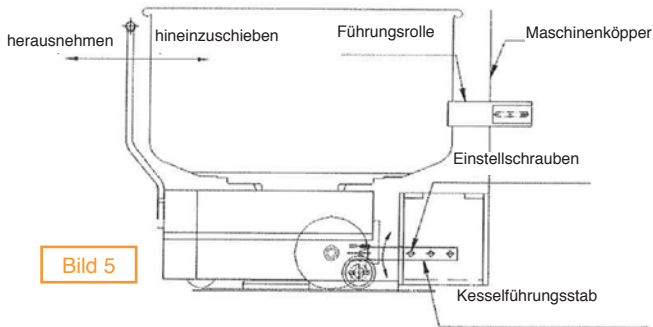

Bild 5
8. In dieser Lage können wir die Spannung des Kesselführungsstabs nachprüfen. Ziehen Sie den Kessel aus der Maschine. Wiederholen Sie die oberen Schritten bis man den Kessel einfach hineinschieben und herausziehen kann. Dann schraubt man die Einstellschrauben des Kesselführungsstabes wie in Bild 5 fest. Schließlich versuchen Sie den Kesselwagen herauszuziehen und erneut hineinzuschieben damit die gute tate des Kesselwagens versichert ist.